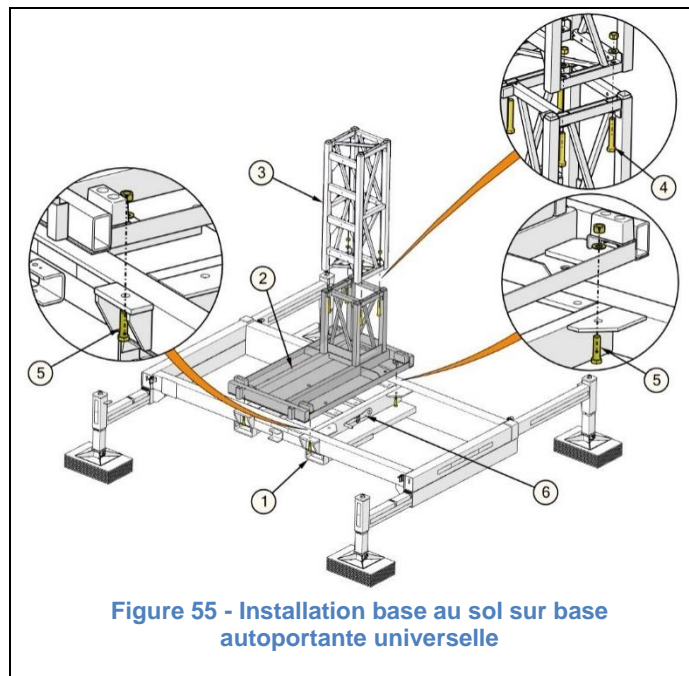

Figure 55 - Installation base au sol sur base autoportante universelle
Étape 3 – Vérifiez que le mât est parfaitement vertical à l'aide d'un niveau. Vérifiez que la base (pas la plateforme) est parfaitement horizontale à l'aide d'un niveau. Assurez-vous aussi que les stabilisateurs sont centrés au milieu des cales d'étaie. Pour niveler la base, utilisez la clef à six (6) pans pour ajuster les vérins des stabilisateurs
Étape 4 – Installez la base au sol (14030019) ou la base à boulonner (14030110) directement sur la base autoportante universelle (14030109) tel qu'illustré à la **Figure 55**. Boulonnez ensuite la première section de mât (13030041) de l'unité élévatrice sur la base au sol (14030019) ou la base à boulonner (14030110).
Étape 3 – Vérifiez que la base (pas la plateforme) est parfaitement horizontale à l'aide d'un niveau. Assurez-vous aussi que les stabilisateurs sont centrés au milieu des cales d'étaie. Pour niveler la base, utilisez la clef à six (6) pans pour ajuster les vérins des stabilisateurs.
Étape 4 – Installez la base au sol (14030019) ou la base à boulonner (14030110) directement sur la base autoportante 20K (14030053) tel qu'illustré à la **Figure 55**. Boulonnez ensuite la première section de mât (13030041) de l'unité élévatrice sur la base au sol (14030019) ou la base à boulonner (14030110).